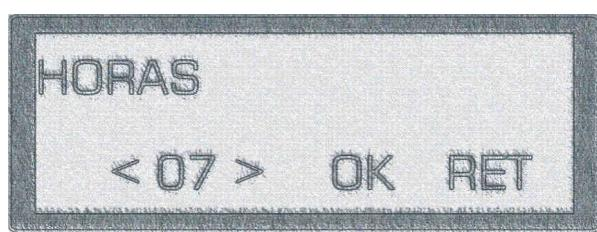

Figura 58
- 6) Proceda ao ajuste da hora pressionando simultaneamente as teclas **T1 + T2** e confirme essa opção pressionando a tecla **T4**, conforme **figura 58**.